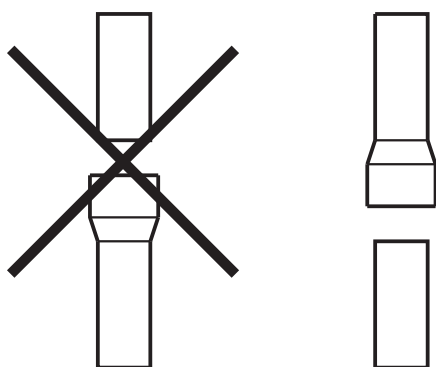

Fig. 5.4.2
- I tubi devono essere collegati con l'attacco femmina verso il basso per garantire la tenuta al fumo e la condensa mediante guarnizione (Fig. 5.4.2).